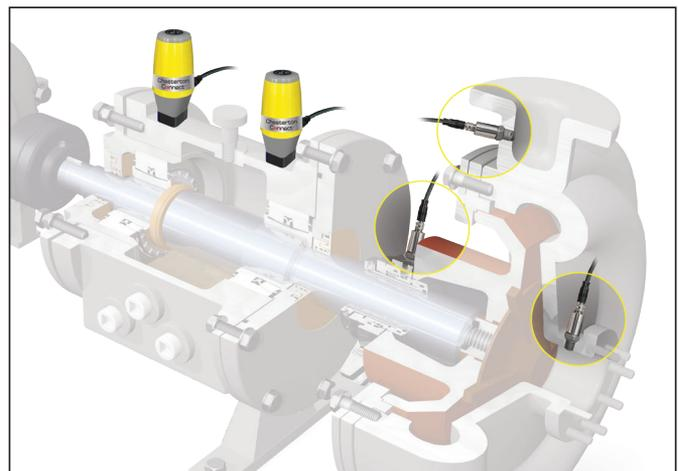

Figure 4
3. La base de l'unité est magnétique. Installez l'unité sur la surface où seront mesurées les vibrations et la température de surface*** (voir figure 4 pour l'emplacement préférentiel du capteur sur les pompes). Prenez soin de sélectionner un emplacement stationnaire stable pour monter l'unité. Assurez-vous que les températures de fonctionnement ne dépassent pas la température nominale du corps, qui est de 85 °C (185 °F).